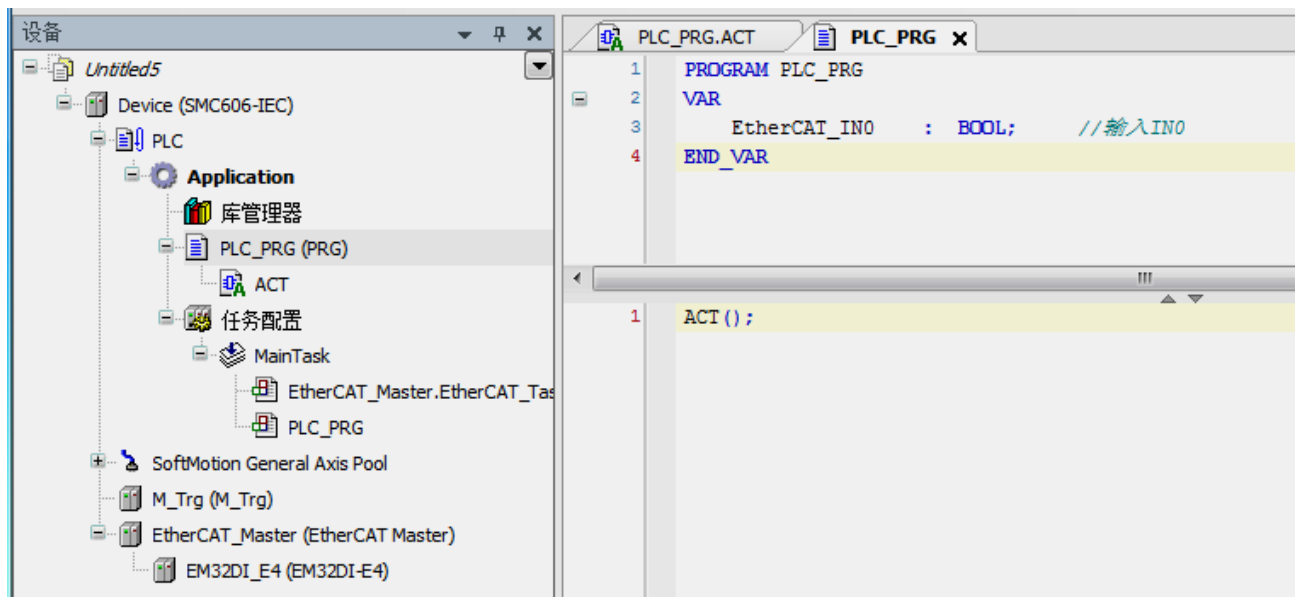

图 6.16 IO 操作代码界面
(4) 编辑程序如下:
- b. 编写 IO 操作代码，如下图 6.16、6.17 所示: